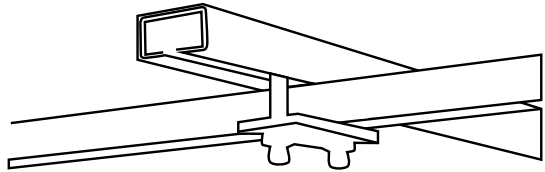

Bild 3
3. Befestigen Sie das Dachzelt auf dem Dachträger oder Dachgepäckträger an vier Stellen gemäß Abbildung 3.